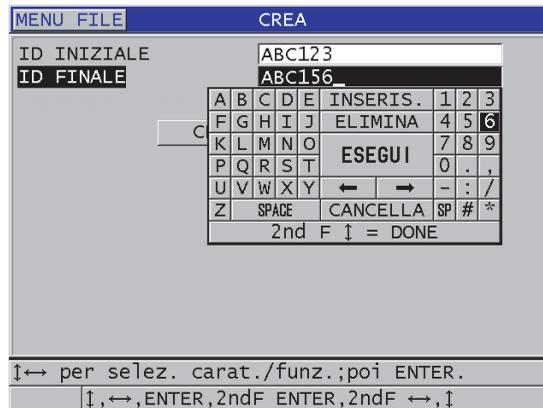

Figura 11-5 Selezionare l’intervallo di ID per il tipo di file sequenziale
3. Nella seconda pagina della schermata **CREA** (vedere Figura 11-5 a pagina 192):